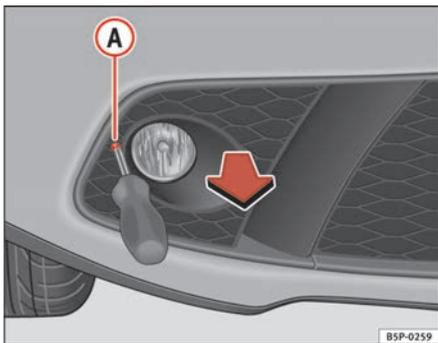

Fig. 205 Accesso alloggiamento occhiello di traino
- Estrarre la vite (A) ⇒ fig. 205.